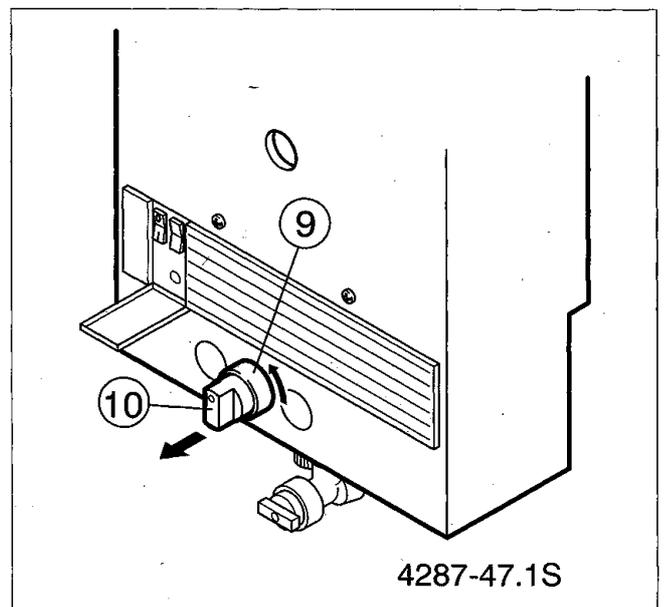

Bild 62
- Ziehen Sie den Drehknopf für den Wassermengenregler (10) nach vorne ab. Drehen Sie die Schraubhülse (9) heraus (Bild 62).